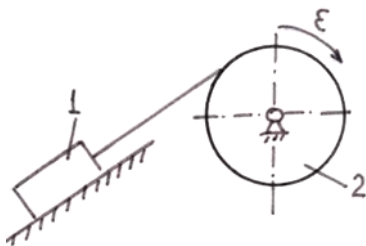

Рисунок 2
- 10 Тело 1 массой $m = 50$ кг поднимается по наклонной плоскости с помощью троса, наматывающегося на барабан радиусом $R = 0,4$ м (рисунок 2). Определить модуль главного вектора внешних сил, действующих на тело 1, если угловое ускорение барабана $\varepsilon = 5$ рад/с².